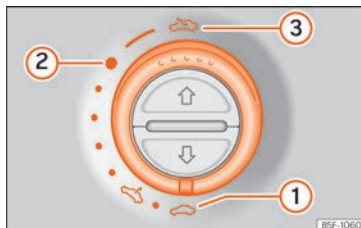

Abb. 15 An der Innenseite des Formhimmels: Schalter drehen zum Öffnen und Schließen.
- Öffnen: Drehen Sie den Schalter auf die Position **»» Abb. 15 ②**.
- Schließen: Drehen Sie den Schalter auf die Position **»» Abb. 15 ①**.